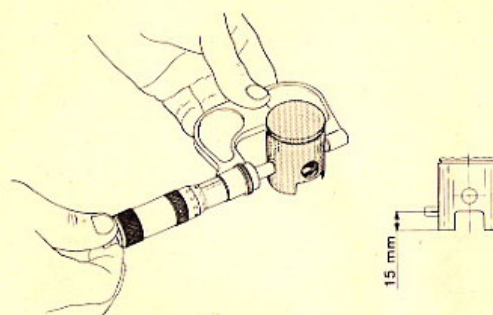

FIG. 29 Controllo pistone
- 1) Misurare il pistone con un micrometro centesimale nella posizione di accoppiamento (fig. 29).